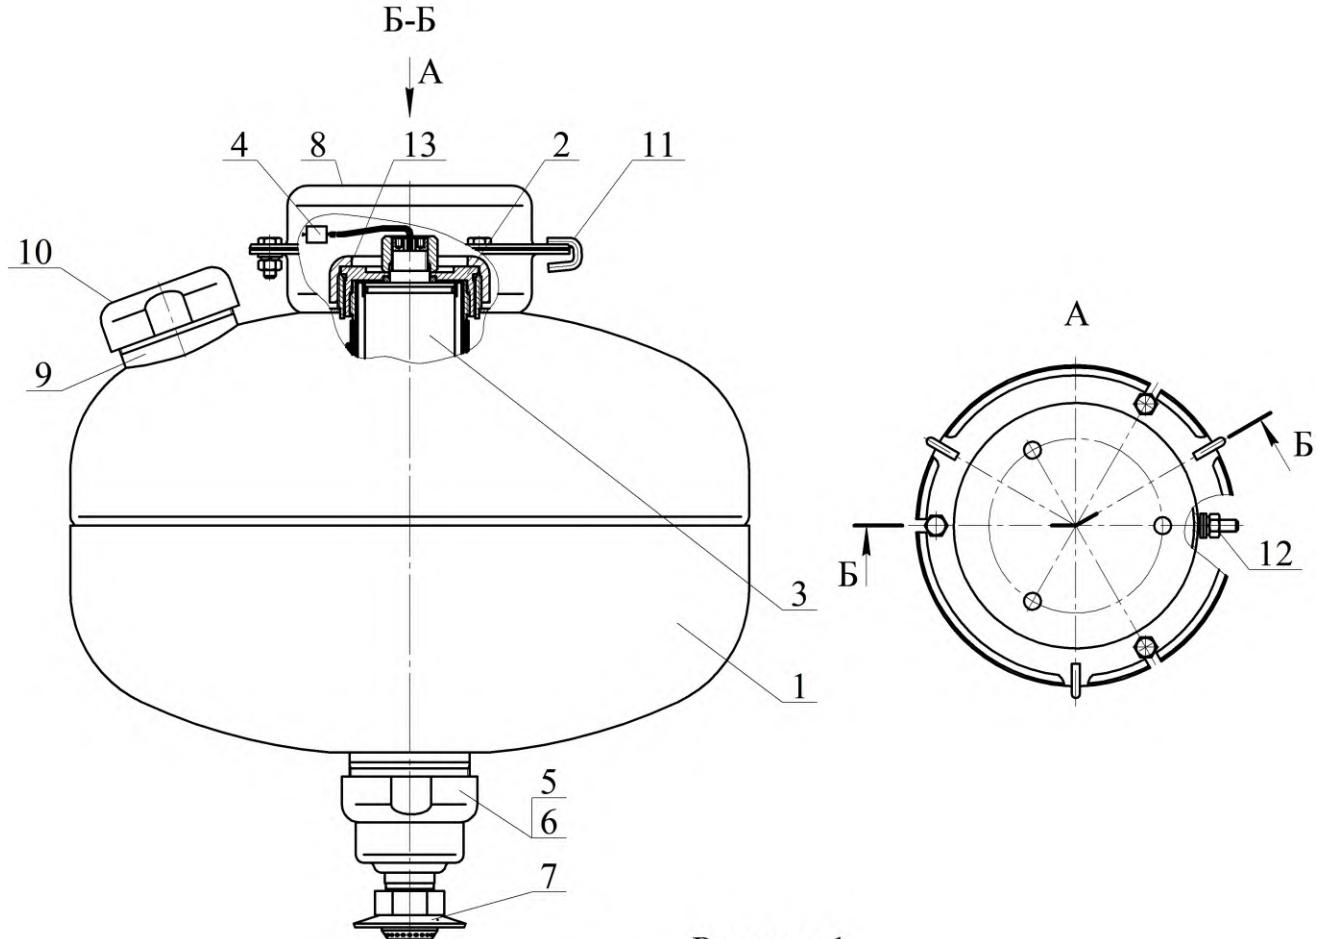

Рисунок 1
4.1.1 МУПТВ (см. рисунок 1) состоит из корпуса 1, заправленного ОТВ, в котором размещено газогенерирующее устройство 2.
4.2.1 После подачи электрического импульса на выводы элемента электропускового 4 (см. рисунок 1) ИХГ 3 генерирует газ, который создает давление внутри корпуса МУПТВ для вскрытия мембранны 5 и выпуска через насадок-распылитель 7 в зону горения тонкораспыленной струи ОТВ.
6.3 Закрепить кронштейн 8 (см. рисунок 1) на потолке. Координаты отверстий в кронштейне приведены на рисунке 6.
6.5.1 Подготовка ОТВ для МУПТВ-13,5-ГЗ-ВД($t^{\circ}\text{C} = +5_{\text{п}}$): залить в отверстие верхней горловины 9 (см. рисунок 1) воду (питьевую либо дистиллиированную) (температура воды должна быть плюс $(15\dots 25)^{\circ}\text{C}$) объемом $11,8^{+0,2} \text{ дм}^3$. Открыть упаковки с жидкими добавками к воде и залить их в отверстие верхней горловины 9.
6.5.2.3 Полученный раствор ОТВ залить в отверстие верхней горловины **9** (см. рисунок 1). Для окончательного приготовления ОТВ открыть упаковку (упаковки) с жидкими добавками и залить их в отверстие верхней горловины **9**. Установить в отверстие горловины предохранительный клапан **10**. Сверху закрутить гайку до упора.
6.6 На выпускную горловину гайки **6** (см. рисунок 1) накрутить до упора насадок-распылитель **7**.
7.4 Комплект поставки для перезарядки МУПТВ (см. рисунок 1):